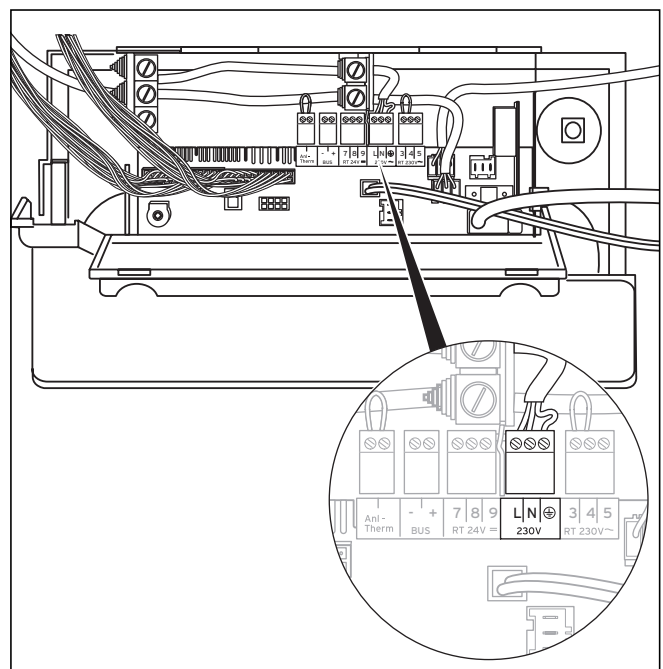

Abb. 5.16 Beispiel für Kabelführung
- Schließen Sie die Adern an die Steckplätze der Elektronik an (L, N und Erde), siehe Abb. 5.16. Verwenden Sie den ProE-Stecker des entfernten Netzanschlusskabels.
- Schließen Sie die Adern an die Steckplätze der Elektronik an (L, N und Erde), siehe Abb. 5.16. Verwenden Sie den entsprechenden ProE-Stecker.
- Schließen Sie die Adern entsprechend Abb. 5.16 an die entsprechenden ProE-Stecker bzw. Steckplätze der Elektronik an.